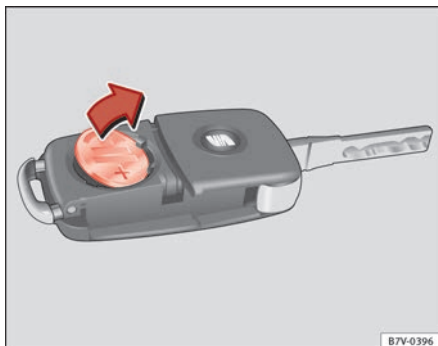

Abb. 44 Fahrzeugschlüssel: Batterie herausnehmen.
- Batterie mit einem geeigneten dünnen Gegenstand aus dem Batteriefach heraushebeln ⇒ Abb. 44.
- Neue Batterie wie gezeigt ansetzen ⇒ Abb. 44 und entgegen der Pfeilrichtung in das Batteriefach drücken ⇒ Ⓢ.